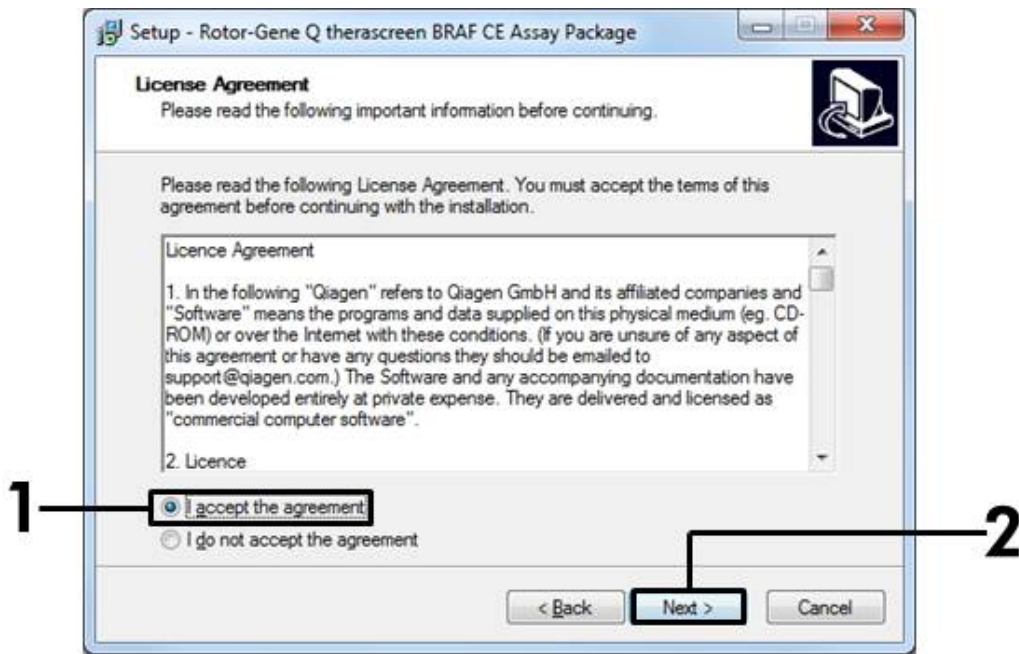

Abbildung 42. Das Dialogfeld „License Agreement“ (Lizenzvereinbarung) [1 = Schaltfläche „Accept“ (Annehmen), 2 = Schaltfläche „Next“ (Weiter)]
5. Lesen Sie im Dialogfeld „License Agreement“ (Lizenzvereinbarung) die Lizenzvereinbarung und akzeptieren Sie die Vereinbarung, indem Sie das Optionsfeld „I accept the agreement“ (Ich stimme der Vereinbarung zu) aktivieren. Klicken Sie auf „Next“ (Weiter), um fortzufahren (siehe Abbildung 42).